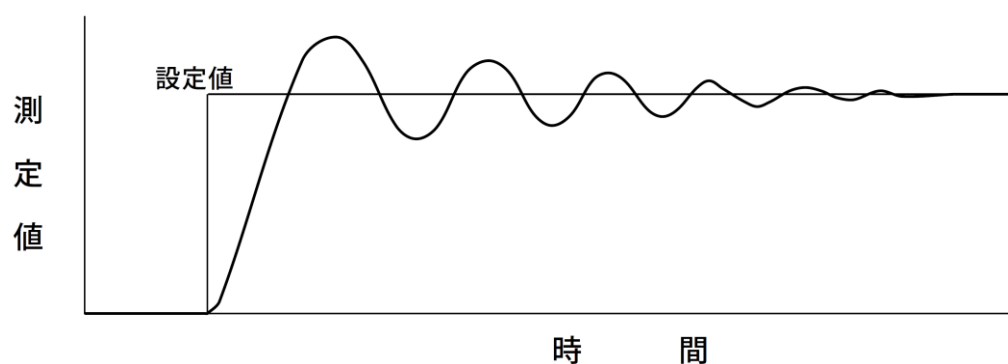

図 6 積分動作による測定値の振動
(5) TIを 2.0、0.1、0.01min と小さくして(1)～(4)項と同じ操作を行います。
(6) そのうちに PV にやや長い周期の振動が現れます(図 6)。